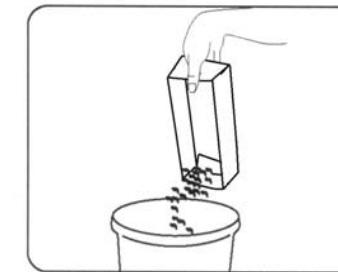

Fig. 3
3. Enganche el tubo telescopico al tubo de extensión empujando el inserto de plástico dentro de la parte inferior del tubo telescopico. (Fig. 3a). Presiónelo hasta que la "pestaña" del inserto de plástico encaje en la ranura del tubo telescopico. Enganche el tubo telescopico al mango superior. (Fig. 3). Coloque el tubo de extensión en el mango inferior de modo que la "pestaña" del inserto de plástico encaje en la ranura del mango inferior. (Fig. 3b).
2. Vacíe el contenedor (Fig. 3). Si desea puede lavarlo con agua; pero séquelo completamente antes de reinstalarlo en el barredor.